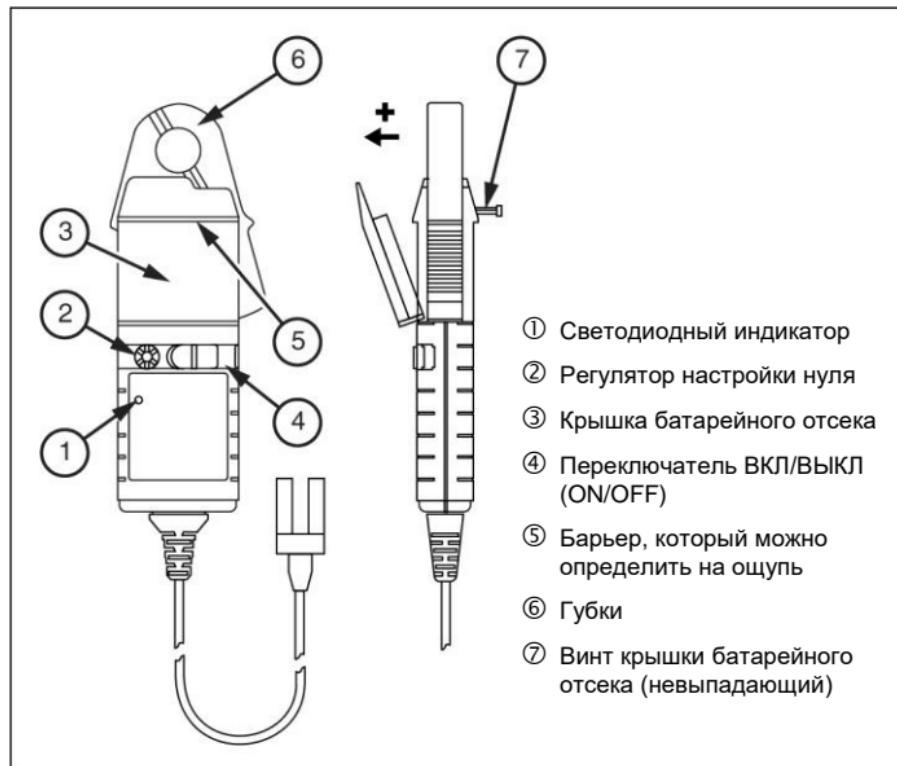

Рис. 1. Токовые клещи переменного и постоянного тока i30s и i30
Во избежание получения травмы при использовании токовых клещей запрещается касаться устройства за защитным барьером в соответствии с рис.1. Запрещается использовать клещи, если любая их часть, включая проводники и разъемы, выглядит поврежденной либо если возникли опасения, что устройство функционирует неправильно.
При достижении минимально возможного рабочего напряжения начнет мигать красный светодиодный индикатор. См. рис.1. Следуйте указанной ниже процедуре.
2. Ослабьте невыпадающий винт крепления крышки батарейного отсека. Поверните крышку на 30° и сдвиньте с корпуса токовых клещей в соответствии с рис. 1. Теперь доступ к батарее открыт. Замените батарею, закройте крышку и заверните винт.